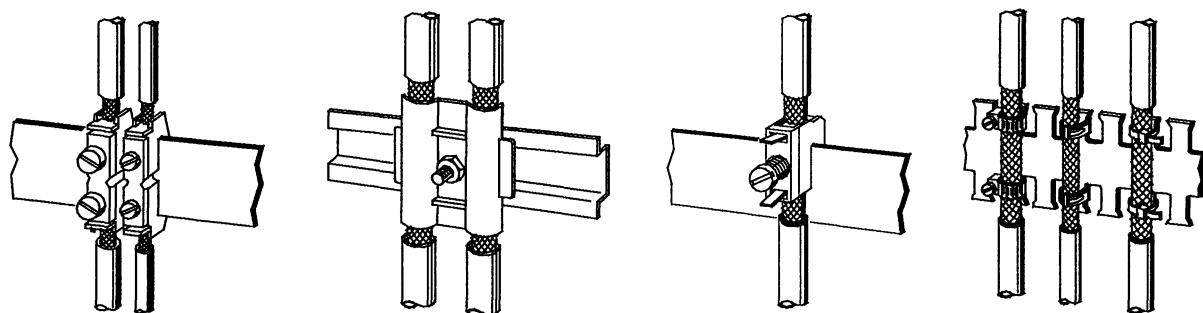

Figura 3.26 Fissaggio di cavi schermati con fascette fissacavo e fascette stringicavo
- per il fissaggio delle calze dei cavi utilizzare fascette fissacavi in metallo. Le fascette devono avvolgere lo schermo con una superficie ampia ed esercitare un buon contatto (→ Figura 3.26).